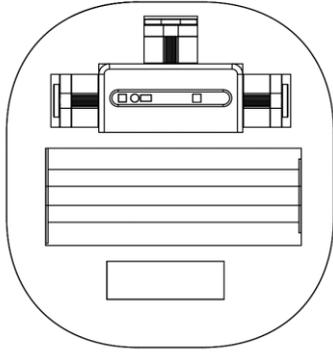
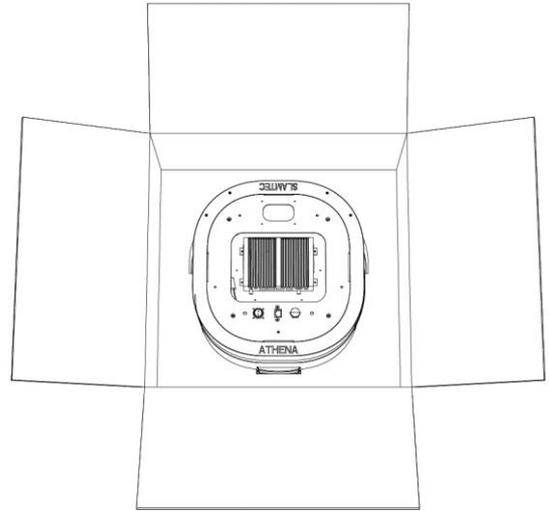

图 5
图 6
3. 如图 5，取出用于固定深度摄像头模块的小型保护泡棉，然后将深度摄像头模块从小型泡棉中取出，即 Athena 上层面板顶部，然后将整个上层保护泡棉取出，取出后如图 6 所示。